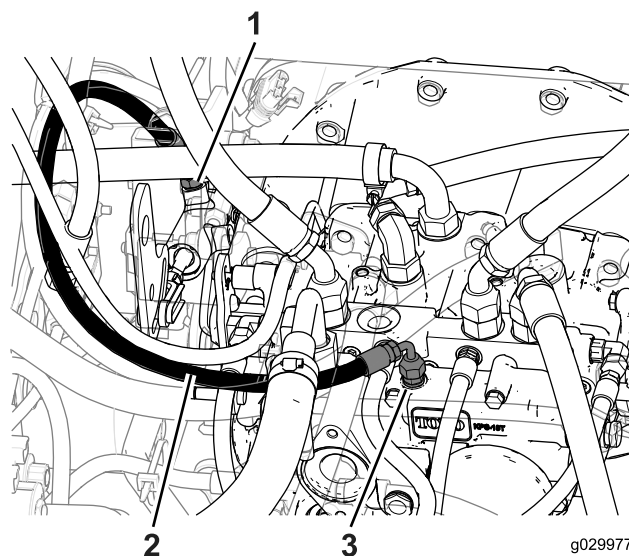

図 12
4. 短い油圧ホースのフィッティング90度を、油圧トランスミッションのフィッティングストレートに接続する 図 12。